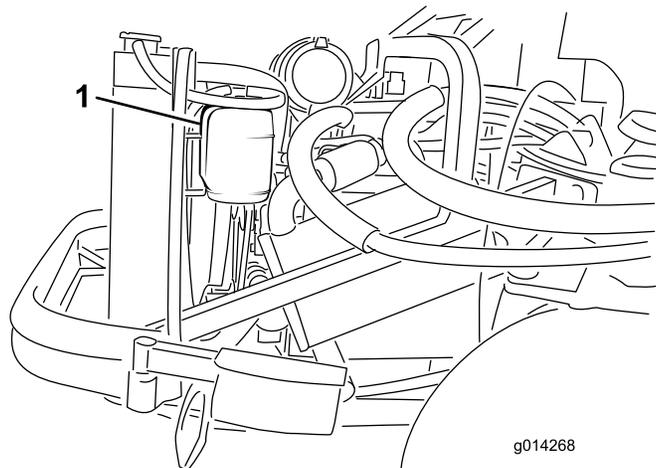

Figura 81
1. Compruebe el nivel de refrigerante en el depósito de expansión (Figura 81). El nivel del refrigerante debe estar entre las marcas en el lateral del depósito.